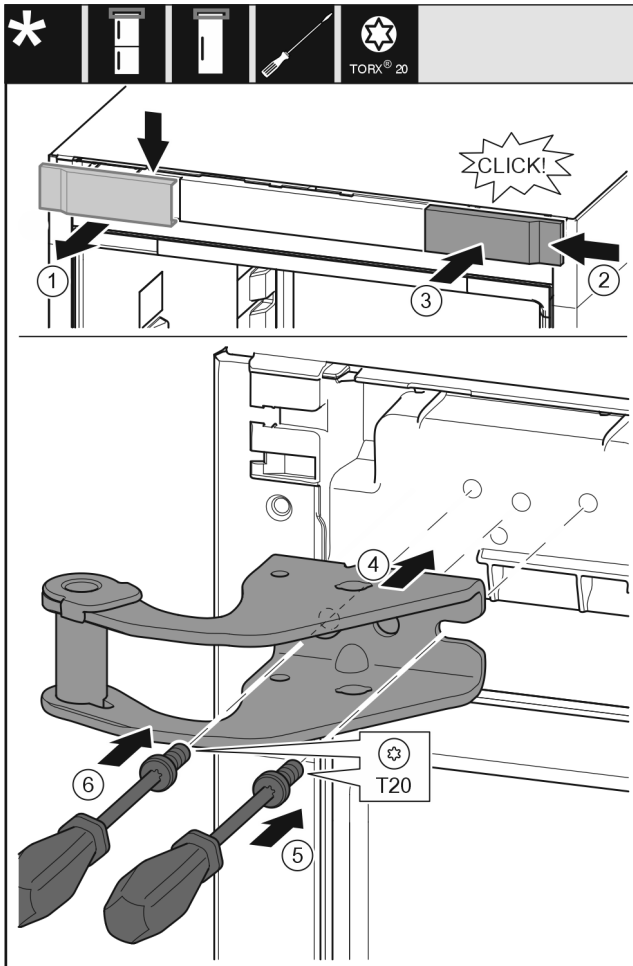

Fig. 13
- ▶ Odoberte kryt zhora dopredu. Fig. 13 (1)
- ▶ Kryt zaveste na druhú stranu sprava otočený o 180°. Fig. 13 (2)
- ▶ Kryt zaklapnite. Fig. 13 (3)
- ▶ Nasadte hornú ložiskovú konzolu. Fig. 13 (4)
- ▶ Skrutku nasadte a pevne zaskrutkujte skrutkovačom T20. Fig. 13 (5)
- ▶ Skrutku vložte a pevne zaskrutkujte skrutkovačom T20. Fig. 13 (6)